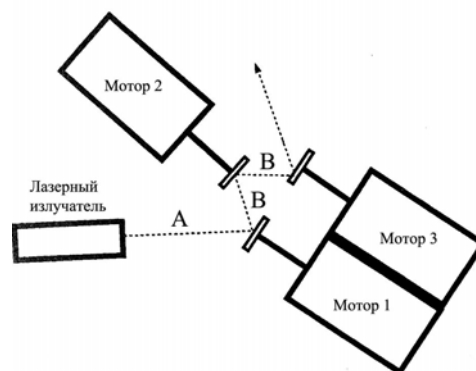

Рис.5 Схема расположения электродвигателей и лазерного излучателя на диэлектрической пластине.
7. Электродвигатели и лазерный излучатель приклеиваются на диэлектрическую пластину (например, CD - диск) под определенными углами, как показано на чертеже (рис.5). Отраженный лазерный луч должен от каждого вращающегося зеркала попадать на следующее зеркало и опять отражаться. Постарайтесь тщательно подобрать расстояние А от лазерного излучателя до зеркальной поверхности и расстояние В (см. рис.5) так, чтобы лазерный луч был максимальной мощности и в то же время была возможность перемещения луча для получения различных рисунков (рекомендуемое расстояние А около 30 мм, расстояние В около 20 мм).